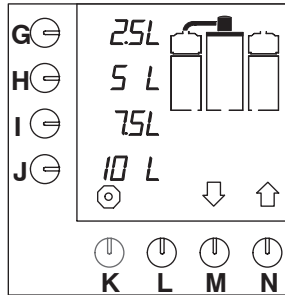

Fig. 8 Startskärm
- Lampan i strömbrytaren tänds. Standard-möjligheterna visas på displayen (fig. 8).